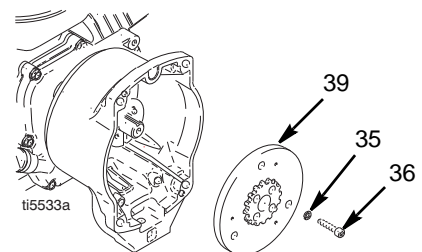

FIG. 7
9. FIG. 7. Använd en slagnyckel eller kila in något mellan kopplingsarmaturen (39) och kopplingshuset som låser motoraxeln under demonteringen.
10. Skruva bort fyra skruvar (36) och låsbrickor (35).
11. Ta bort armaturen (39).